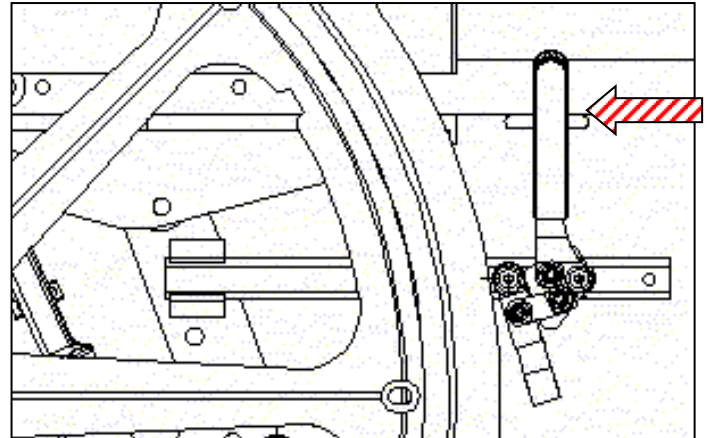

Figure 34-B : Frein par poussée DÉSENGAGÉ.
- Pour engager le frein, exercer une pression vers l'avant sur le levier (voir figure 34-A);